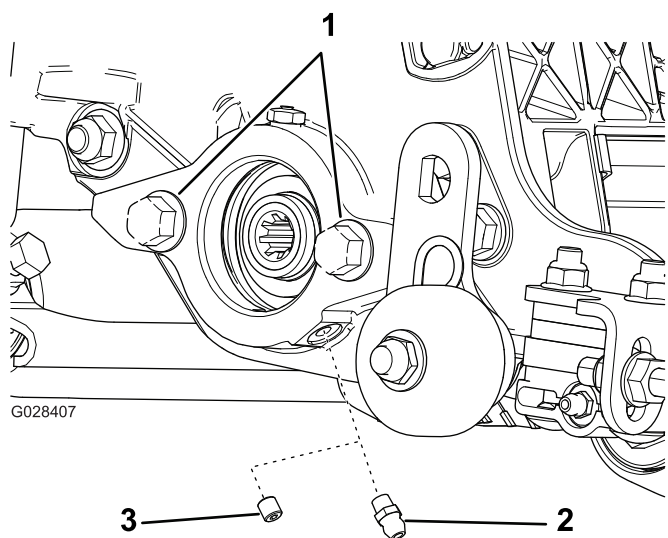

Рисунок 5
1. Выверните и удалите в отходы установочный винт на боковой пластине двигателя барабана (Рисунок 5).
2. Установите прямую масленку (Рисунок 5).
3. Если на боковой пластине двигателя барабана нет винтов, установите их (Рисунок 5).
Вертикуттер можно установить в любое из пяти положений на тяговом блоке. Рисунок 5 показана ориентация двигателя привода для каждой из позиций. Для каждой из позиций, в соответствии с которой требуется установка двигателя в правой задней части вертикалтера, необходимо добавить противовес на левую сторону машины. Для каждой из позиций, в соответствии с которой требуется установка двигателя в левой части вертикалтера, необходимо добавить противовес на правую часть машины.